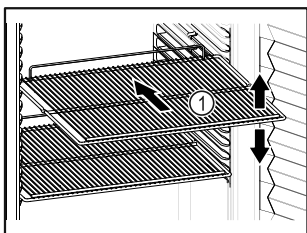

Fig. 86 Näitlik kujutis
- Kui hoiurestid Fig. 86 (1) on teiseldatavad, siis kohandage olenevalt kõrgusest.